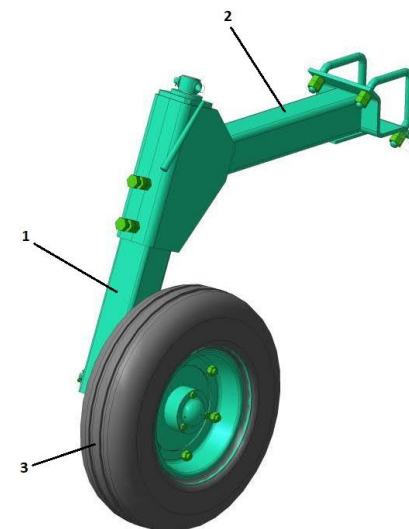

Рисунок 4 – Опорное колесо
3.8 Опорные колеса (рис. 4) предназначены для регулировки глубины обработки почвы. Опорное колесо состоит из кронштейна колеса 1, кронштейна крепления к раме 2 и колеса 3. На культиваторе установлены колеса на шинах 5.00-10 ГОСТ 7463-80. Давление воздуха в шинах - 0,3 Мпа (3,0 кгс/см²).